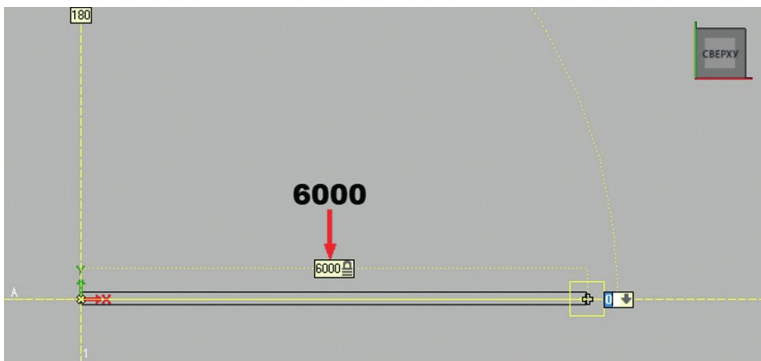

рис. 13
- поведите курсор вправо и в окошке резинки задайте длину стены, равную **6000** мм, нажмите **Tab** (рис. 13) и щелкните левой кнопкой мыши.